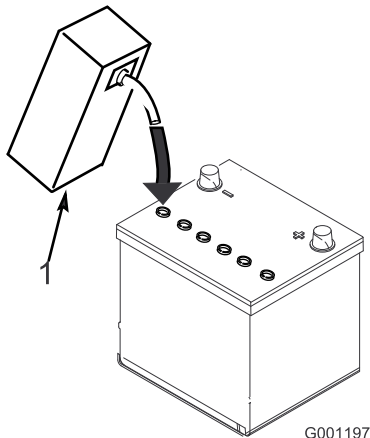

图6
3. 小心为每个电池注入电解液，直到电池极板被大约6mm 的液体覆盖（图6）。
4. 等待约 20 至 30 分钟，以便电解液渗透到极板内。必要时加注电解液，使电解液保持在加注井底部约6mm 范围内（图6）。